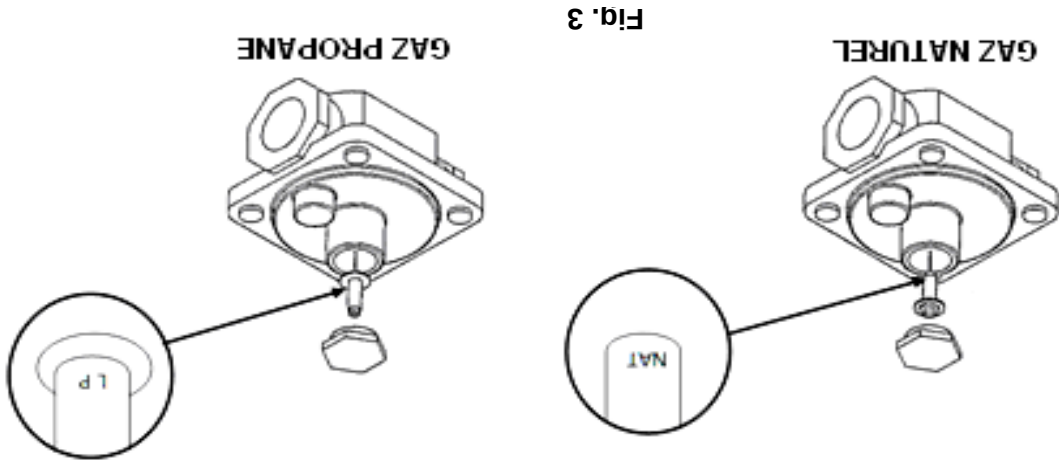

Fig. 3
2. Set the regulator to 10" W.C. by inverting the regulator spring plug. See Fig. 3.
2. Placez le régulateur à 25 cm CE en retournant le tampon de ressort du régulateur. Voir Fig. 3.